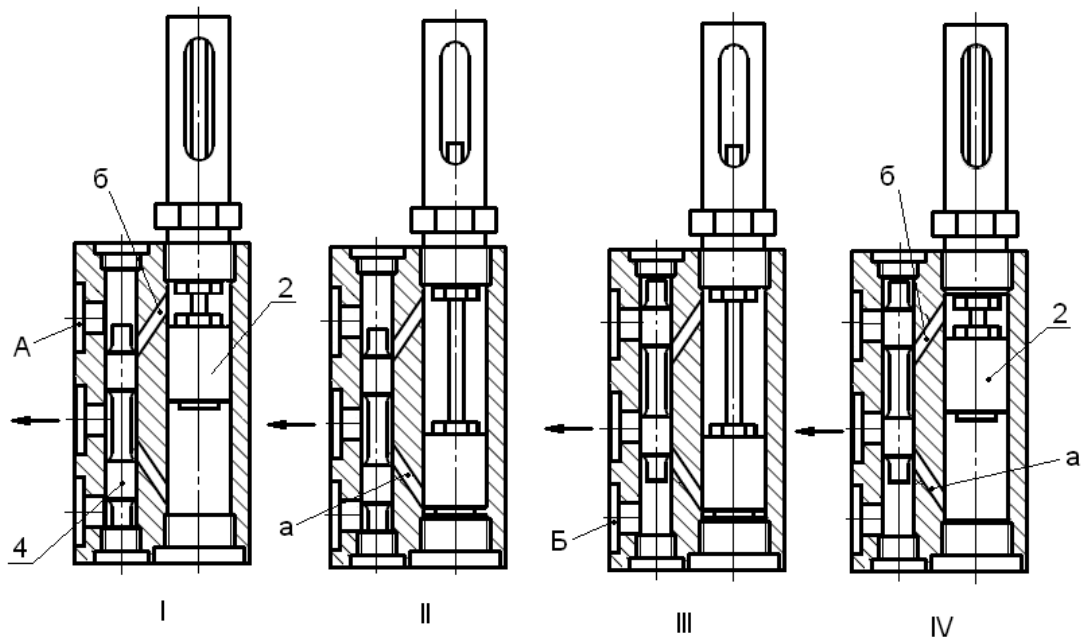

Рис. 3
4.2. Принцип работы питателя модульного исполнения (см.рис.3).